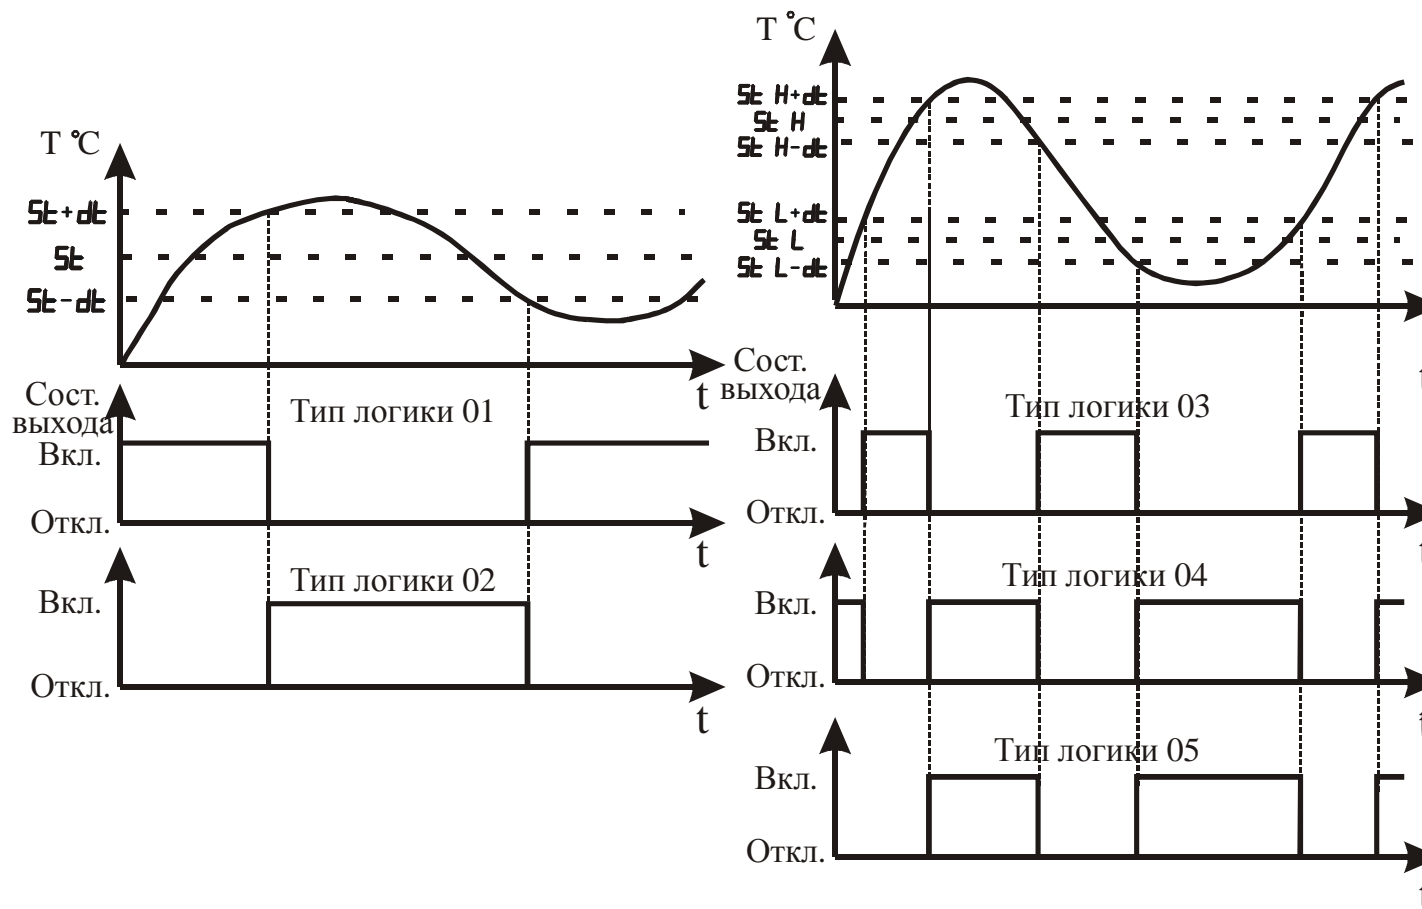

Рисунок 3.17 – Графическое представление типов логики работы выхода
3.3.3.9 Параметр “Тип логики работы прибора” определяет алгоритм управления исполнительным устройством (см. рисунок 3.17).
после первого превышения регулируемой температурой значения  $St H + dt$  (см. рисунок 3.17).